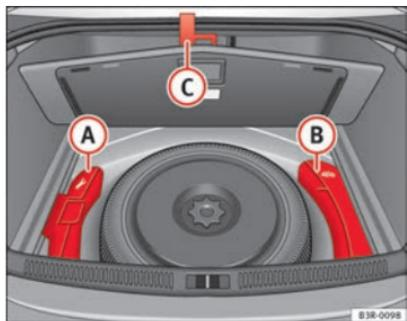

Fig. 176 Caixa de ferramentas e macaco
As ferramentas de bordo (A) e o macaco (B) ⇒ Fig. 176 encontram-se no porta-bagagens, debaixo da superfície de carga.
- Prenda a pega (C) na junta do porta-bagagens.